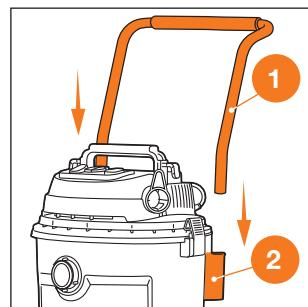

Рис. 13
8. На модели DAVC 6025S / DAVC 6030S установите рукоятку ① в специальные отверстия ② на задней стороне корпуса бака (Рис. 13). Закрепите сумку на рукоятке, обведя петли вокруг рукоятки и застегнув защелки.